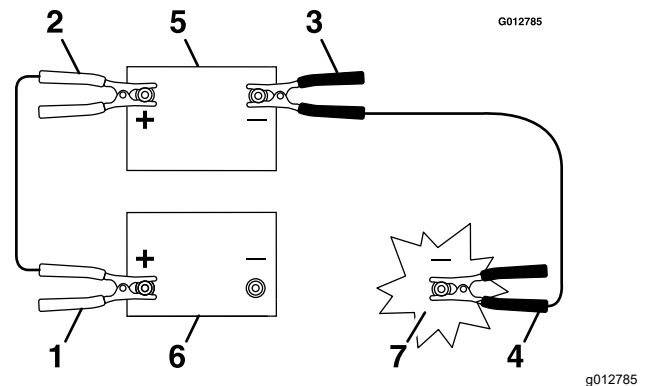

Figura 47
3. Conecte el cable positivo (+) al borne positivo (+) de la batería descargada que está conectado al motor de arranque o al solenoide, según se indica en Figura 47.